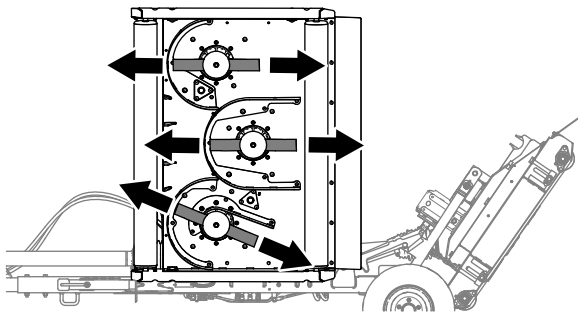

Bild 64
1. Richten Sie die Mähmesser wie in Bild 64 dargestellt aus.